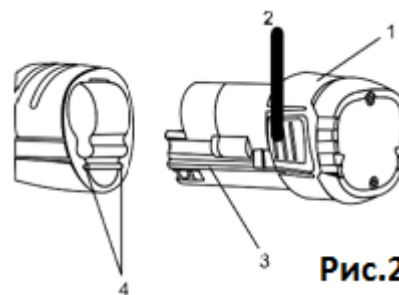

Рис.2
**Снятие\установка аккумуляторной батареи(Рис.2)**